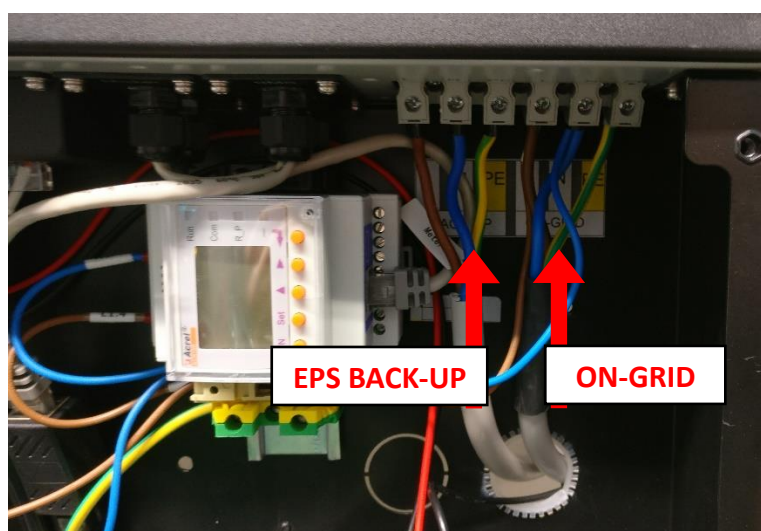

Figura 50 – Inserimento delle spine installate sulle linee "GRID" e, se presente il quadro di commutazione, su "BACK-UP"
6. Collegare la linea ON-GRID e la linea EPS BACK-UP (eventuale) ai morsetti rispettando le indicazioni degli schemi elettrici e fornite in Figura 50.